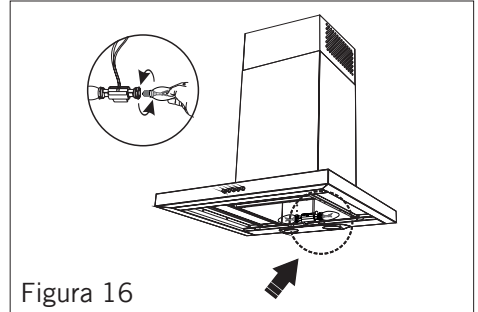

Figura 16
- La lámpara que no funciona se desmonte como visto en **Figura 16**.